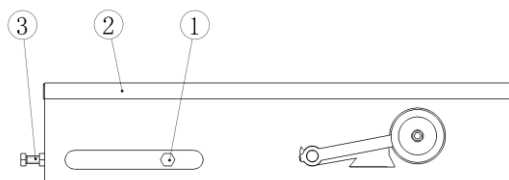

图 5-2 导条皮带张紧示意图
- 将导条罗拉②向里推，使里侧轴承④与中间支座⑤接触；
- 拧紧两侧导条罗拉轴承④上的4个螺钉；
- 安装导条罗拉支座③；
- 盖好导条槽上盖①。
2.1.2 导条张紧皮带的调整（见图5-2）
- 取下导条槽后盖②上的螺钉，将导条槽后盖②拿下来。
- 松开紧固螺栓①。
- 旋转螺钉③调整平皮带张力，完成后重新拧紧螺钉③上的防松螺母。
- 拧紧紧固螺栓①。
- 安装导条槽后盖②，并拧紧螺钉。